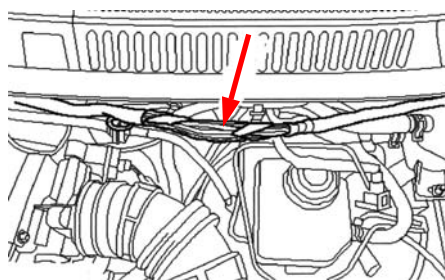
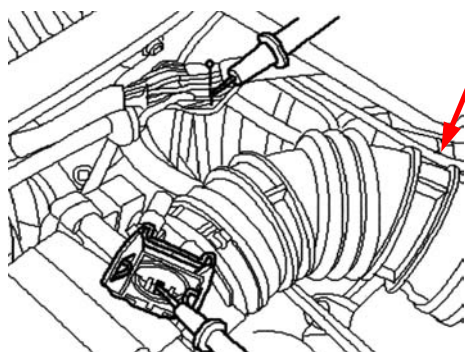

Fig. 2
Fig. 3
- Rimuovere l'isolamento dal fascio cavi (in alto nel vano motore, fig. 2). Dato che i colori del cavo del sensore si possono vedere più volte nel fascio cavi (2 cavi bianchi, 2 cavi marrone-rosso), utilizzare un multimetro per identificare il cavo giusto (controllo di continuità, fig. 3).